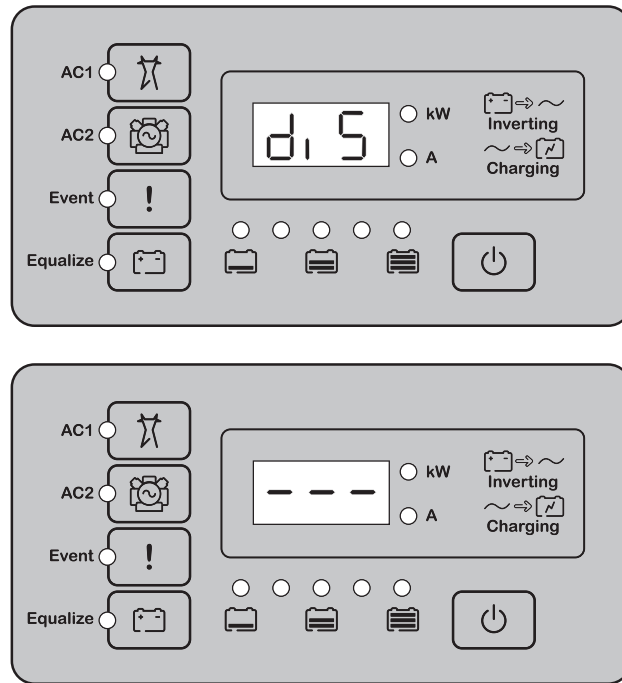

Figura 3-19 Transição para o modo desativado
- ◆ no painel de informações do inversor, pressione simultaneamente o botão STARTUP/SHUTDOWN (Inicialização/Desligamento) e o botão Equalize (Equalizar). O Conext XW+ agora está desativado, e **d15** (disabled - desativado) é exibido rapidamente no painel de informações do inversor, seguido por “- - -” (conforme mostrado na Figura 3-19).